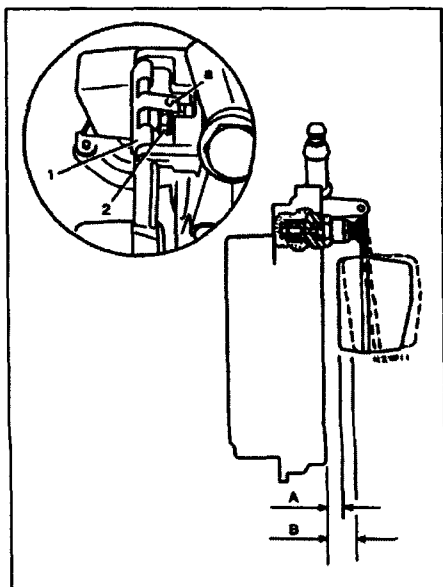

Рис. 4.10 Регулировка поплавка
- 10 Измерьте расстояние между крышкой (с прокладкой) и верхним краем поплавка (рис. 4.10).